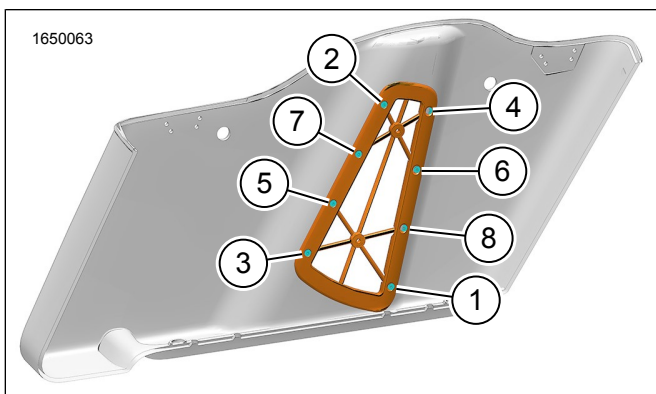

Figura 13. Secvența cuplului - Șuruburi ramă
- b. A se vedea figura 13. Strângeți pe rând.